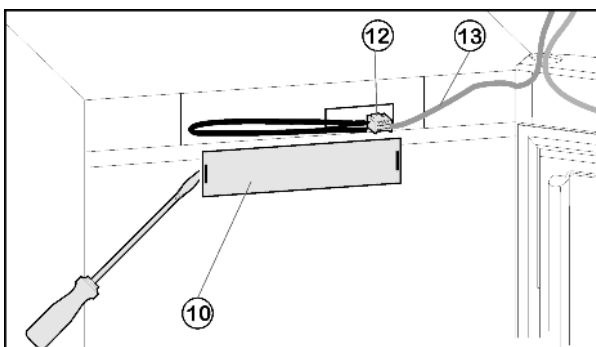

Fig. 8
- ▶ Снимите переднюю накладку Fig. 8 (10) с помощью плоской отвертки.
- ▶ Снимите контакт и извлеките разъем Fig. 8 (12).
- ▶ Высвободите из направляющей серый кабель Fig. 8 (13).